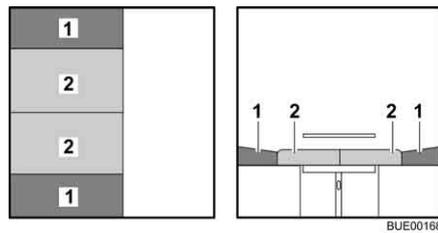

Fig. 91 Después de la transformación
- Tirar de los cojines del asiento (Fig. 91,2) hacia el centro.
- Colocar los cojines del respaldo (Fig. 91,1) entre los cojines del asiento y la pared.